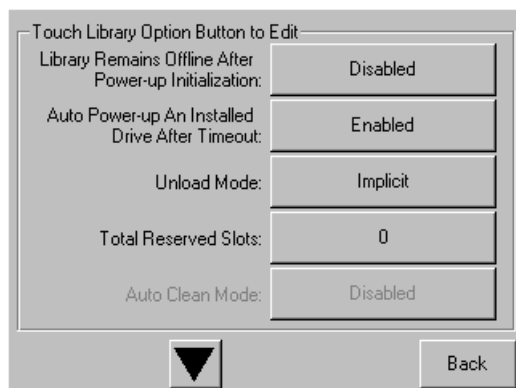

図 27: [Total Reserved Slots] 画面
2. ライブラリ オプション画面で ▼ ボタンを押して、[Total Reserved Slots] オプションが表示される画面まで移動します (図 27 を参照)。